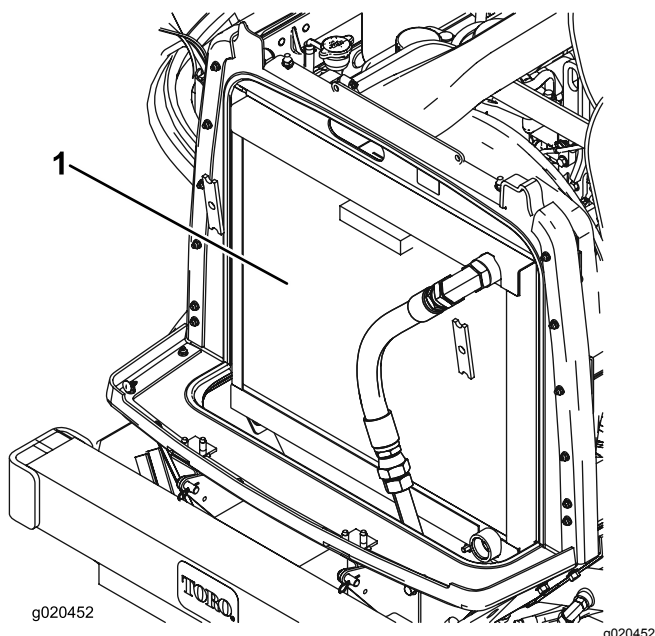

Figura 99
3. Limpe ambos os lados do radiador/dispositivo de arrefecimento de óleo com ar comprimido (Figura 99).